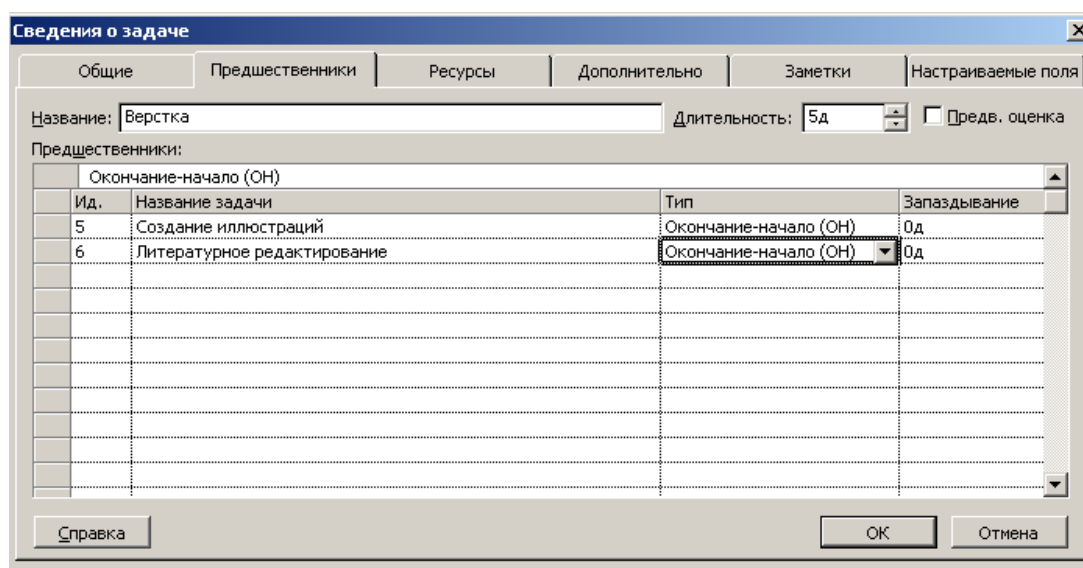

Рис. 2.22. Создание множественных связей
- В открывающемся списке второй строки выберите **Создание иллюстраций** и нажмите клавишу *Enter*. Выбор будет зафиксирован, а тип связи отобразится в поле **Type** (Тип) (рис. 2.22).